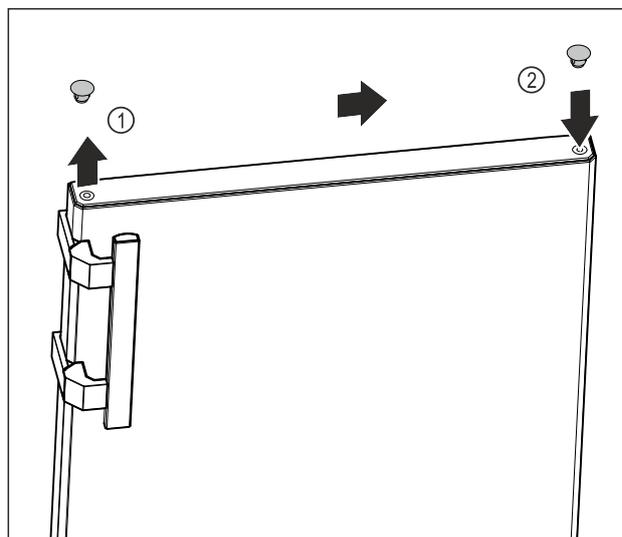

Fig. 15
- Sollevare il coperchio a tappo sulla parte superiore dello sportello Fig. 15 (1) con cautela con un cacciavite a taglio.
- Inserire il coperchio a tappo sul lato opposto. Fig. 15 (2)